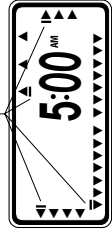

Abb. 4: LCD-Anzeige mit Abbildung der Cursor
- Beim Programmieren erscheint ein Cursor unter dem Pfeil für das Jahr, den Monat und das Datum [siehe Abb. 4].